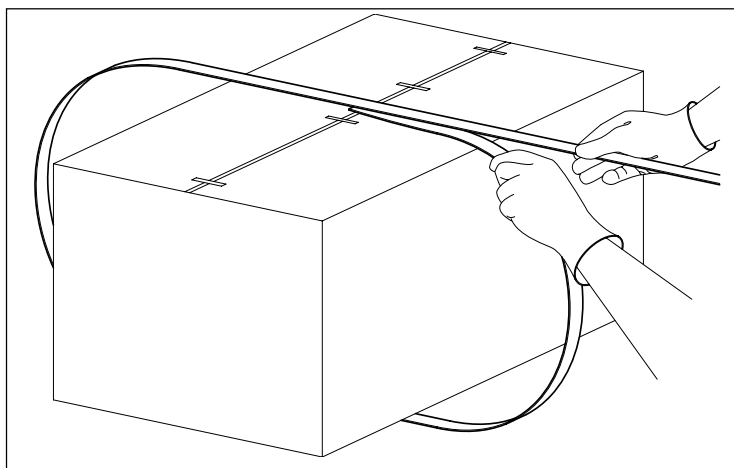

FIG. 3
– Avvolgere il collo da imballare con la reggia (fig.3), trattenendo l'estremità della reggia con la mano sinistra e sovrapponendo la reggia trattenuta con la mano destra.
– Wrap the parcel to be bound with the strap (fig. 3). holding the end of the strap with the left hand and winding over the withheld strap with the right hand.
– Enroulez le paquet devant être emballé avec le feuillard (fig.3) en tenant l'extrémité du feuillard avec la main gauche et en superposant le feuillard tenu avec la main droite.